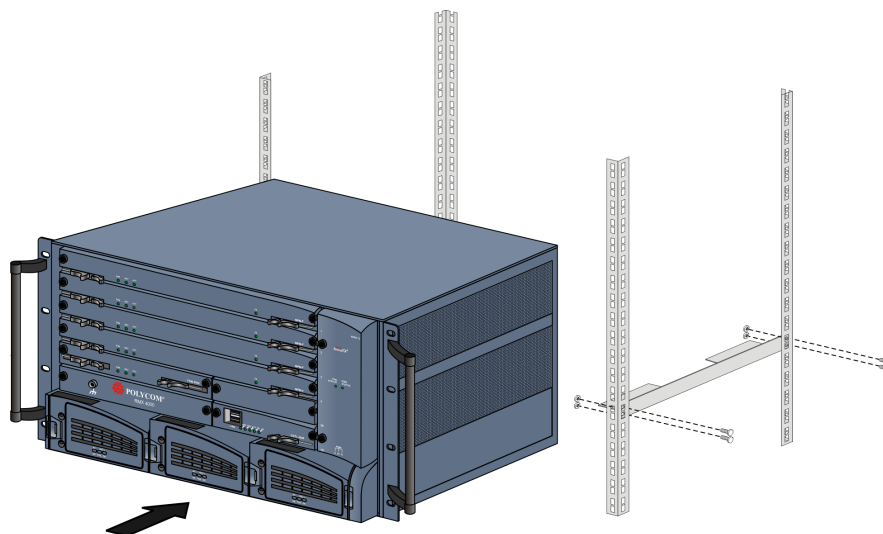

Figure 1-2 Installation en rack des glissières du châssis et du boîtier RMX
- 1 Si le boîtier RMX doit être monté en rack, il faut installer des glissières de châssis sur le rack comme illustré dans Figure 1-2. Deux glissières de châssis sont incluses dans le kit *d'accessoires d'installation en rack* et fixées vers l'intérieur depuis l'extérieur du montage en rack de 19"/23".